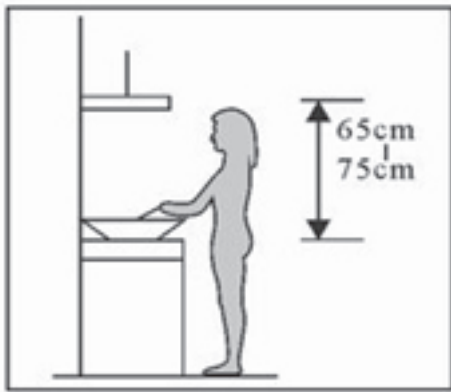

Bild 1
- 1.1 Die Distanz zwischen der Kochfläche und der untersten Kante der Dunstabzugshaube muss mindestens 65 cm betragen (siehe Bild 1)